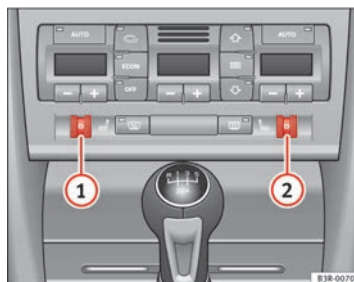

Fig. 142 Detalle del tablero de instrumentos: Ruedecillas moleteadas para la calefacción del asiento
Gire la ruedecilla moleteada ① o bien ② ⇒ fig. 142 para activar la calefacción del asiento del conductor o del acompañante, respectivamente, y para regular el nivel de calefacción.